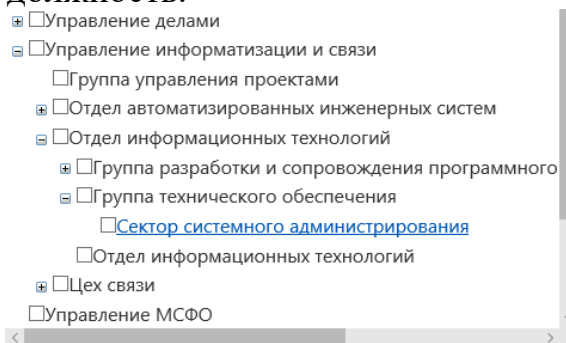

Рисунок 2. Выбор структурного подразделения
Для групповой печати бейджиков сотрудник должен выбрать структурное подразделение (рис. 2). Далее появится информация о сотрудниках (рис. 1): ФИО, подразделение, должность.
- 1) В древовидной структуре подразделений (рис. 2) галочками можно выбрать необходимые наименования;